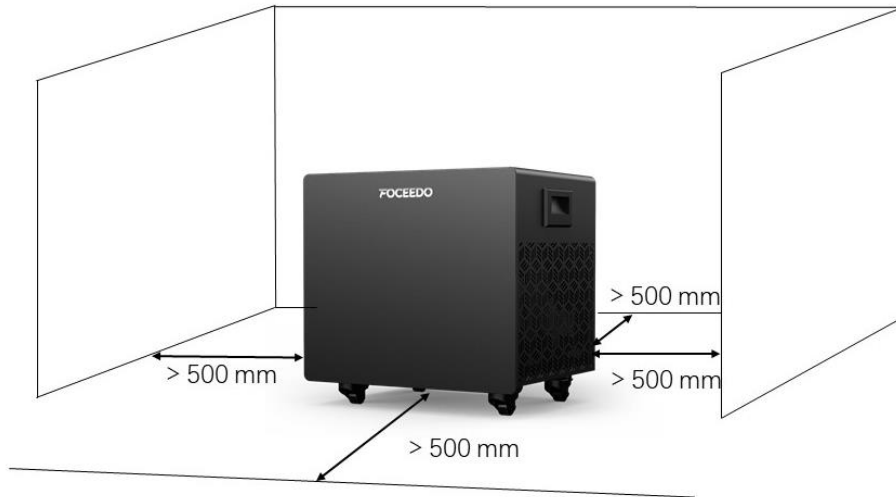

Figura 1. Distancia de instalación
1. Coloque el enfriador sobre una superficie estable y bien ventilada cerca de la bañera. Deje al menos 50 cm de espacio alrededor para la circulación de aire. (Ver Figura 1)